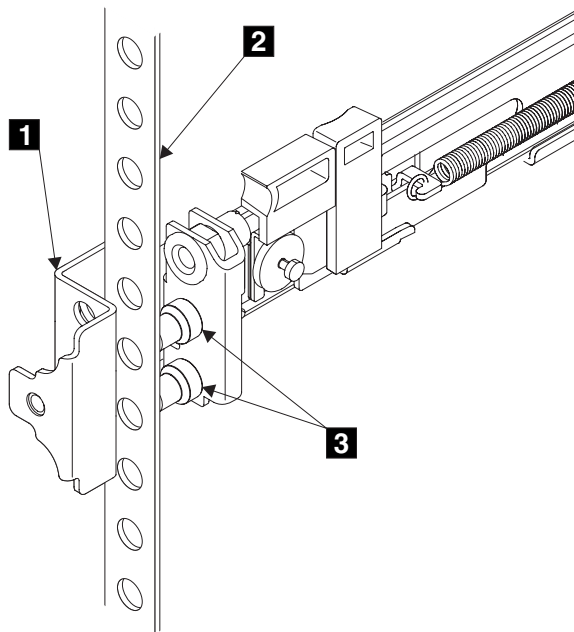

図 94. レールのフロントエンドの取り付け
6. 左レールの前面の端をラック・キャビネットにはめる。前面ブラケットの上端 **1** (図 94) が、ラック上の必要な EIA マーキングに合うように調整します。